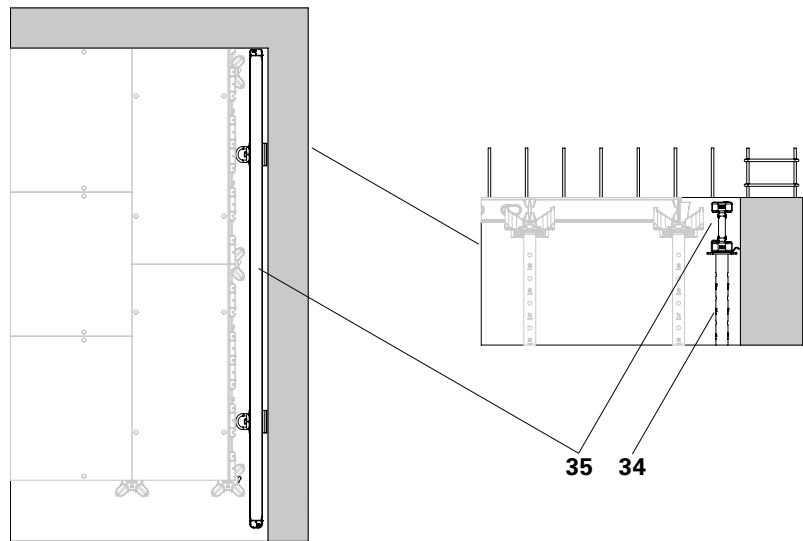
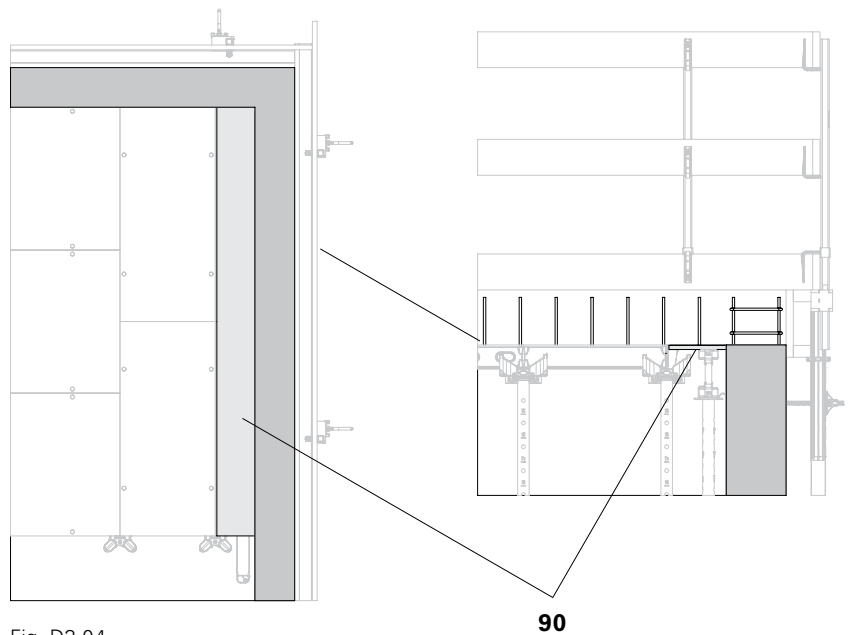

Fig. D3.03
Fig. D3.04
6. Posizionare il più possibile vicino alla parete i puntelli per solai (34) con la testa a croce per sorreggere la trave VT 20 (35). (Fig. D3.03)
7. Chiudere completamente lo spazio restante con il pannello di compensazione 18 mm (90) e inchiodare dall'alto alla trave VT 20.
8. Avvitare da sotto il pannello di compensazione inserendo viti Torx 5 x 15 nei fori predisposti nel montante di supporto. (Fig. D3.04)